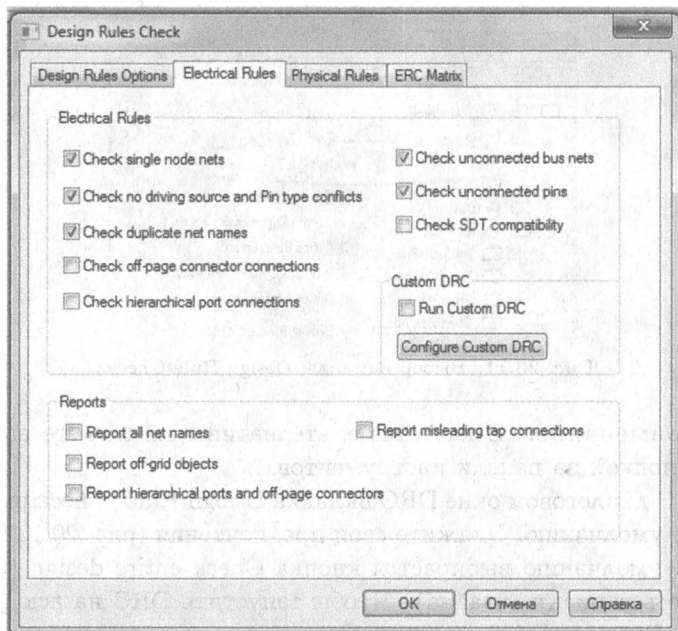

Рис. 20.13. Установка проверок электрических правил
9. На вкладке Electrical Rules установите флажки на нужных вам проверках (рис. 20.13).